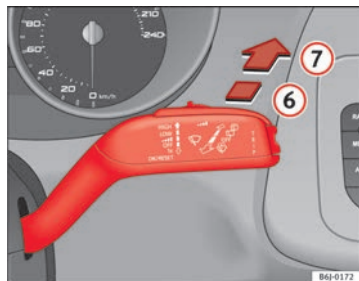

Fig. 66 Manípulo do limpa/lava-vidros: limpa-vidros traseiro
- Premir o manípulo para a frente, até ao engate ⑥ ⇒ Fig. 66. O limpa-vidros deve movimentar-se em intervalos de 6 segundos.
- Pressionar o manípulo totalmente para a frente, até à posição ⑦ ⇒ Fig. 66. As escovas e o lava-vidros funcionam simultaneamente. Enquanto se mantiver o manípulo nesta posição, o lava-vidros continua a funcionar.